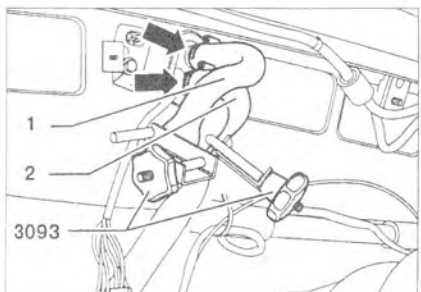

Рис. 9.52. Пережмите подающий 1 и сливной 2 патрубки с помощью тисков 3093. Ослабьте хомуты (стрелка).
3. Пережмите подающий 1 и сливной 2 патрубки с помощью тисков 3093 (рис. 9.52). Ослабьте хомуты (стрелка). Отсоедините патрубки.